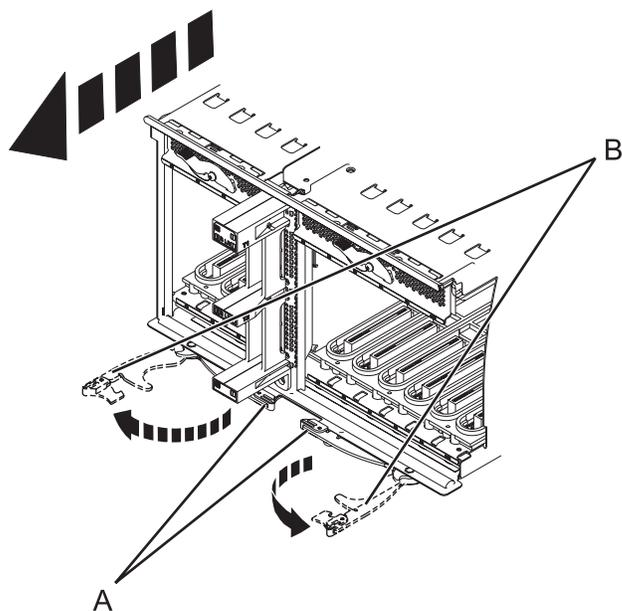

Figura 92. Extracción de la placa del sistema de E/S
12. Apriete los pestillos de liberación (A) y saque las palancas (B), como se muestra en Figura 92.